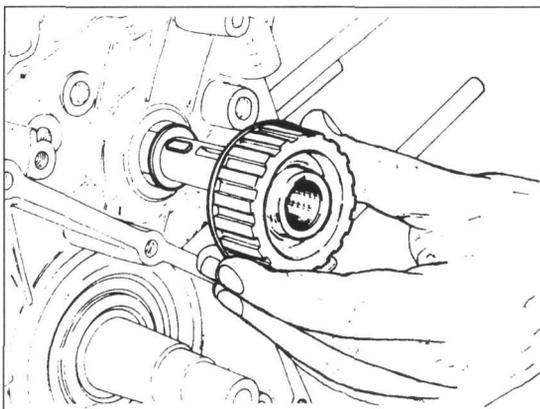

Bild 183
- Anlaufscheibe, Wellenkeil und erstes Steuerriemenrad aufsetzen (Bild 183). Es folgen Scheibe, Wellenkeil und zweites Steuerriemenrad (Bild 182).